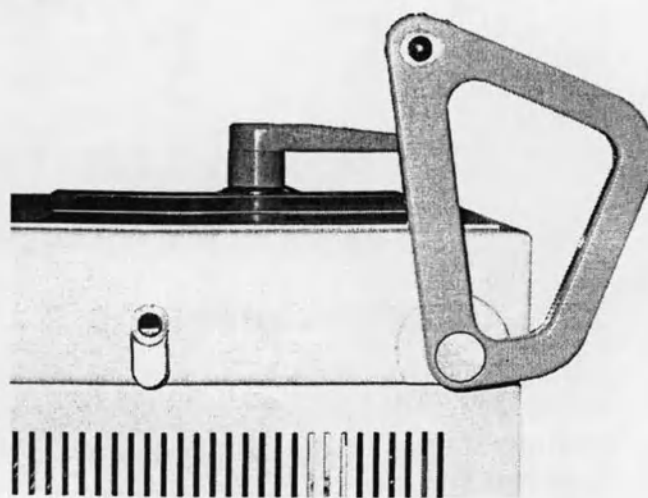

Рис. 2.3. Ручка тормоза колес.
- плавно Потянуть ручку вверх. Тянуть ручку надо до тех пор, пока не почувствуете, что Вам требуется прикладывать значительное усилие для её дальнейшего движения (рис.2.3).
- Взяться за ручку (рис.2.3), Надавить на неё (от себя) с целью поворота вниз.